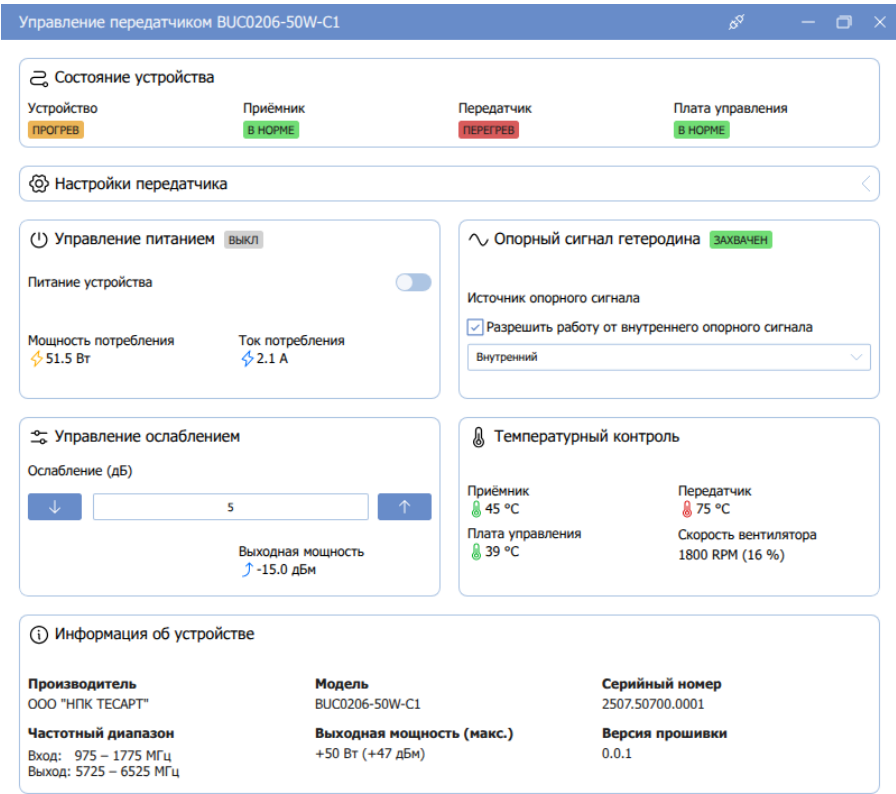

Рисунок 8 – ПО управления передатчиком (основное меню)
2.3.2.6 После подключения передатчика откроется основное окно ПО управления передатчиком (рисунок 8).
2.3.2.7 На основной странице программного обеспечения (рисунок 8) можно производить все основные настройки передатчика и производить контроль за его состоянием: